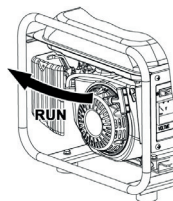

Рис. 17
6. После запуска переведите рычаг заслонки в положение «**Работа**» (Рис. 17)